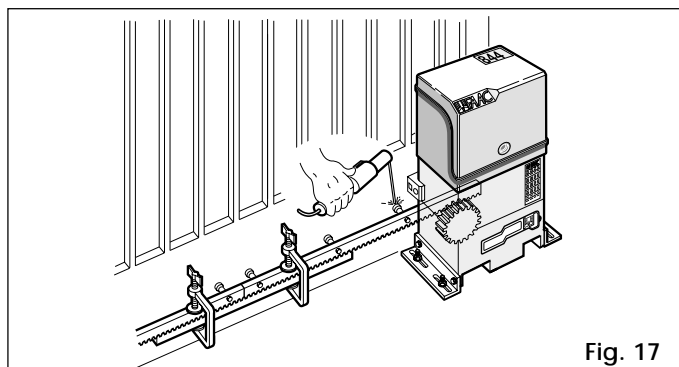

Fig. 17
- 5) Accostare un altro elemento di cremagliera al precedente utilizzando, per mettere in fase la dentatura dei due elementi, un pezzo di cremagliera come indicato in Fig.17.